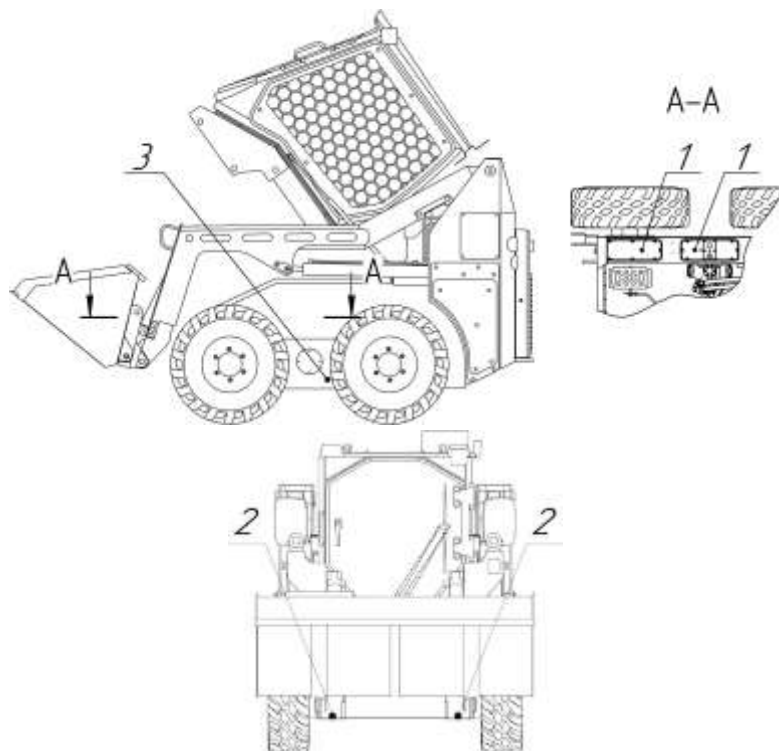

Рисунок 8.11 Замена масла в бортовых передачах
- поднимите кабину и отверните лючки 1 (Рис. 8.11);